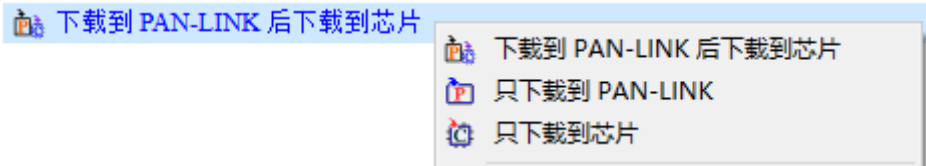

图 3-3-3-6-1 下载模式配置
下载模式配置如图 3-3-3-6-1 所示，默认下载模式为下载到 PAN-LINK 后下载到芯片。
- 1) 可以通过点击如图 3-3-3-6-1 所示下载模式前面的图标来切换下载模式。